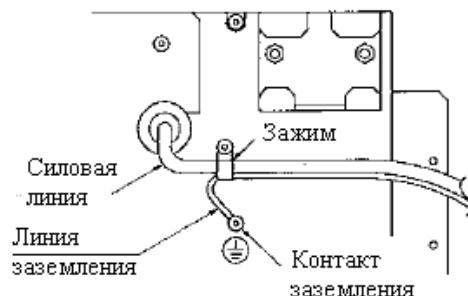

Рис. 15
- Соедините силовой кабель и линию заземления одним зажимом, чтобы исключить натяжение кабелей и механическое воздействие на клемму заземления (см. Рис. 15).
См. Рис. 15